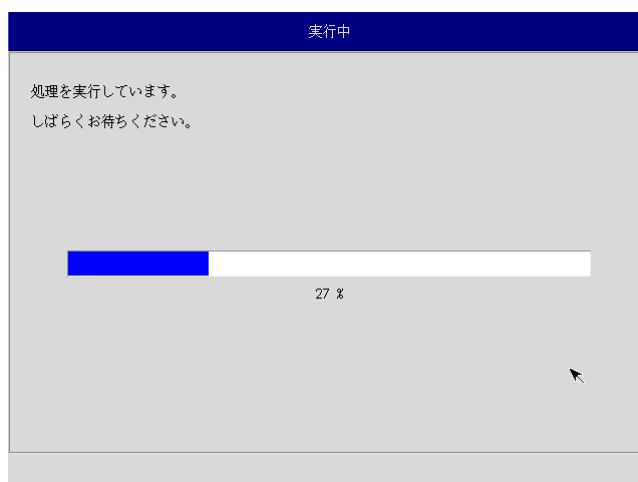

図 6-4-5. 実行中画面
- ⑩ 実行中画面（図 6-4-5）が表示され、処理が開始されます。実行中は DVD ドライブ、保存メディアを外さないでください。また、電源を落とさないようにしてください。